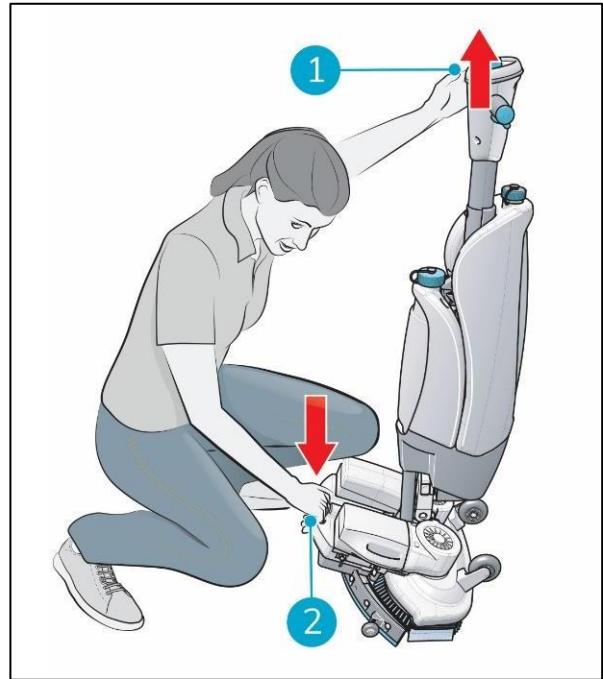

Figura 15
1. Póngase en cuclillas y sujete la plataforma de fregado con una mano (figura 15, punto 2).
2. Empuje la empuñadura hacia delante con la otra mano (figura 15, punto 1).